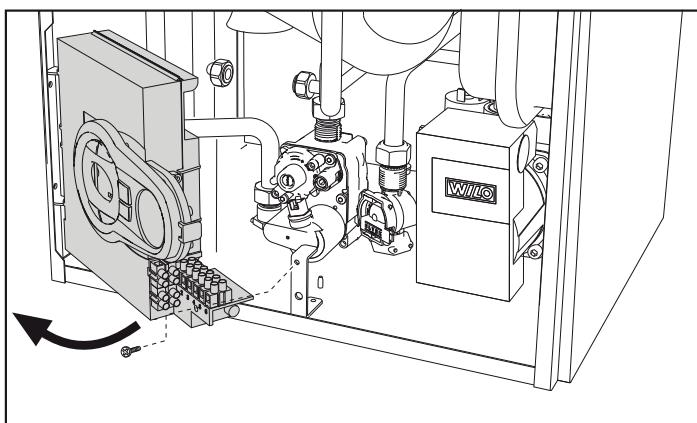

fig. 22
2. Desfaceți șurubul C și rotiți panoul de comandă (vezi fig. 22).